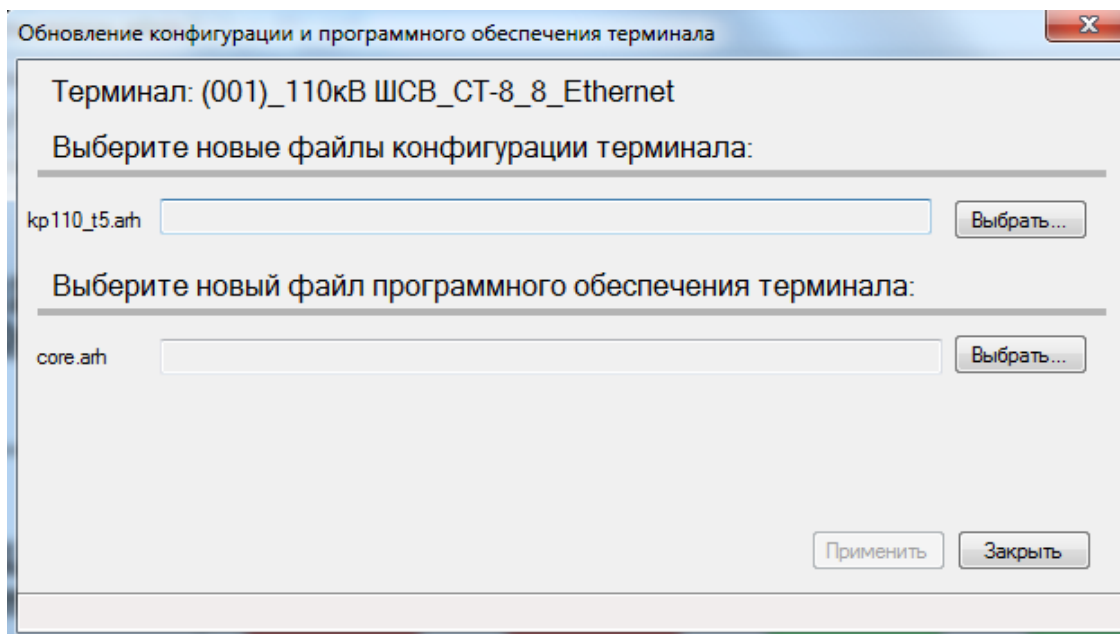

Рисунок 5.5
5.3.1 Замена конфигурации терминала осуществляется через пункт меню **Файл** → **Обновление конфигурации и ПО...** При этом появляется диалоговое окно, в котором необходимо указать путь к файлу конфигурации (см. рисунок 5.5).